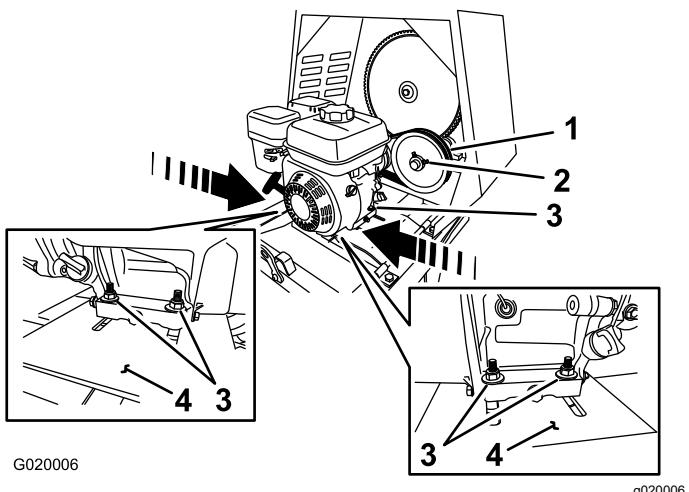

Figure 65
- Desserrez les écrous et boulons qui fixent le moteur au plancher moteur (Figure 65).
- Pour accroître l'entrefer – éloignez le moteur de la poulie de tension (Figure 65).
- Pour réduire l'entrefer – rapprochez le moteur de la poulie de tension (Figure 65).